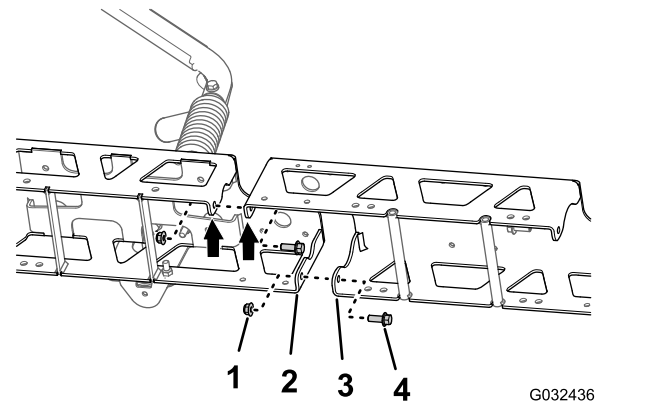

Figura 54
- Monte sem apertar a extensão da rampa central à estrutura da armação (**Figura 54**) com os dois parafusos de cabeça flangeada ($\frac{3}{8}$ pol. x 1 pol.) e as 2 porcas de bloqueio flangeadas ($\frac{3}{8}$ pol.) que retirou no passo 1 de Separação das armações da secção de pulverização central (página 29).
- Alinhe os orifícios nas flanges verticais da extensão da rampa central com os orifícios na outra estrutura da armação (**Figura 54**).
- Monte sem apertar a extensão da rampa central à outra estrutura da armação (**Figura 54**) com os dois parafusos de cabeça flangeada ($\frac{3}{8}$ pol. x 1 pol.) e as 2 porcas de bloqueio flangeadas ($\frac{3}{8}$ pol.) do kit de acabamento de sistema de pulverização GeoLink (**Figura 54**).
- Alinhe os orifícios nas flanges verticais da extensão da rampa central com os orifícios na estrutura da armação (**Figura 54**).